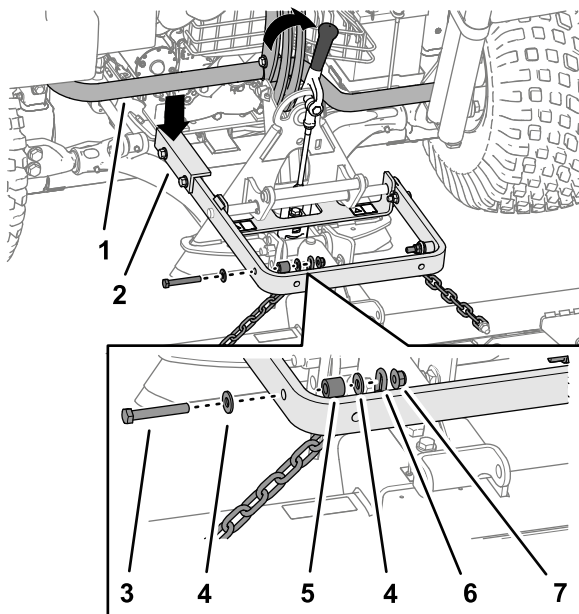

Figura 7
Importante: O braço comprido do braço de elevação tem de estar debaixo do conjunto da estrutura da parte traseira da unidade de tração (Figura 7).
Eleve e mova sempre o acessório utilizando a pega na parte de trás do adaptador de acessórios (Figura 7).
- Prenda a ligação superior de cada corrente à parte exterior do braço de elevação (Figura 7) utilizando um parafuso ($\frac{3}{8}$ x $2\frac{1}{2}$ pol.), 2 anilhas ($\frac{3}{8}$ x $\frac{7}{8}$ pol.), um espaçador e uma porca de bloqueio ($\frac{3}{8}$ pol.).